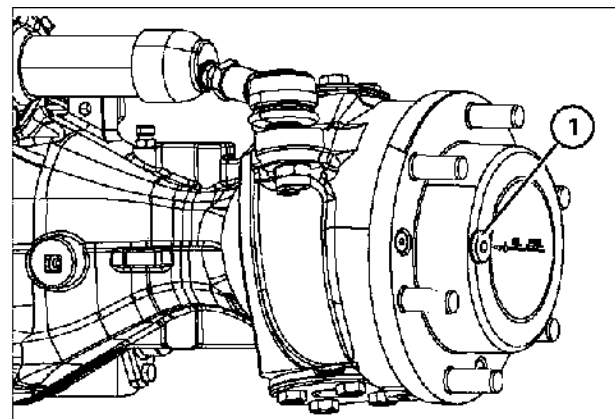

Рис. 7-75
4. После слива масла поверните каждую ступицу колеса так, чтобы контрольная пробка (1 — рис. 7-75) оказалась в положении на 3 или 9 часов. Долейте масло рекомендованного типа так, чтобы его уровень доходил до нижней кромки отверстия под пробку. Подождите 5 минут для стабилизации уровня масла перед его проверкой. Долейте масло, если необходимо.